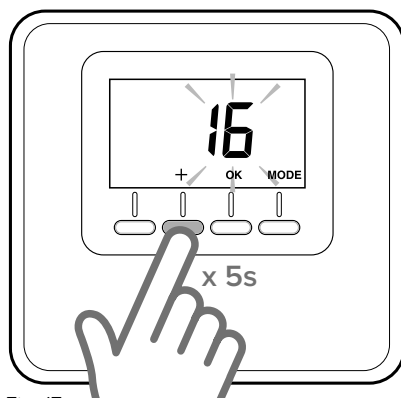

Fig. 17
- Premere il tasto “+” sul sensore ambiente (fig. 17) per 5 secondi. Il display mostra, alternando, la versione software e l'indice di modifica